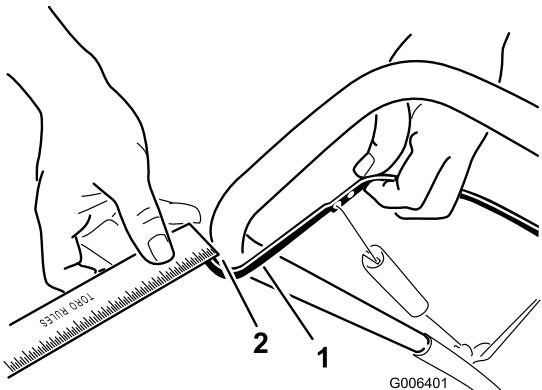

Рисунок 25
Переместите планку управления назад к рукоятке для устранения провисания тросика управления (Рисунок 25).
Примечание: Обеспечьте зазор от 2 мм до 3 мм между планкой управления и рукояткой (Рисунок 25).
- Передвигните Z-образный фитинг к верхнему или нижнему отверстию в регулировочном звене для того, чтобы обеспечить зазор между планкой управления и рукояткой, находящийся в пределах от 2 мм до 3 мм (Рисунок 25).